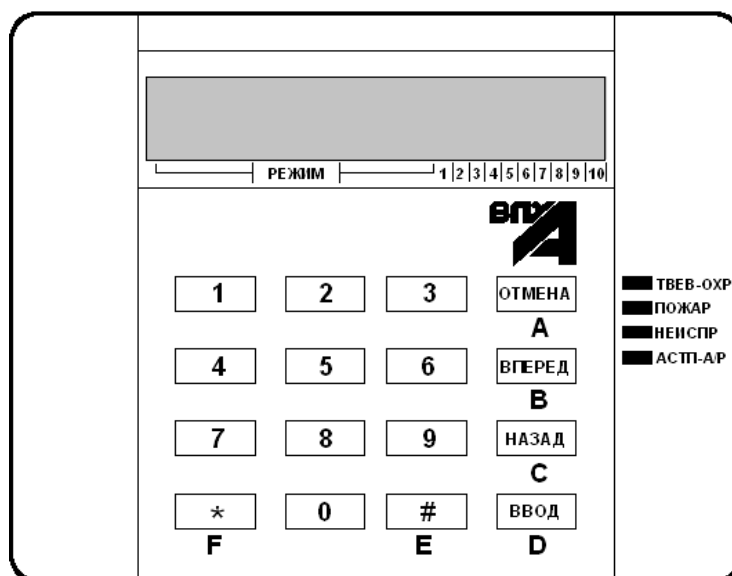

Рис. 2. Внешний вид ВПУ-А-06
1) Подключить модуль интерфейса ИС-485 к ВПУ-А-06 в соответствии с их схемами подключения путем соединения проводов (провод А модуля ИС-485 подключается к клемме А ВПУ-А-06, и соответственно, провод В модуля ИС-485 к клемме В ВПУ-А-06) (см. рисунок 2).